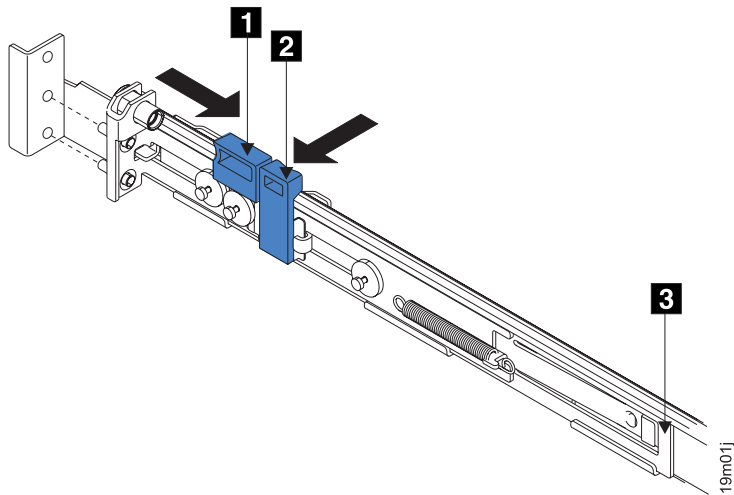

図 61. 後部のラッチ・ロック・キャリア・アセンブリーを開く
- 後部レール・ブラケット **1** (87 ページの図 61) を、止まるまでレールの前部に向かって押します。これで、レールはその一番短い長さに調整されます。